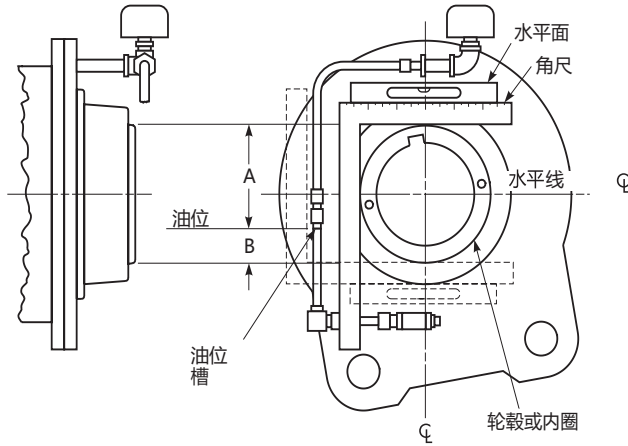

图 10：测量油位的方法
7. 如第9页图10和表6所示, 按适当的尺寸定位油量观测表刻度槽, 并拧紧所有接头。